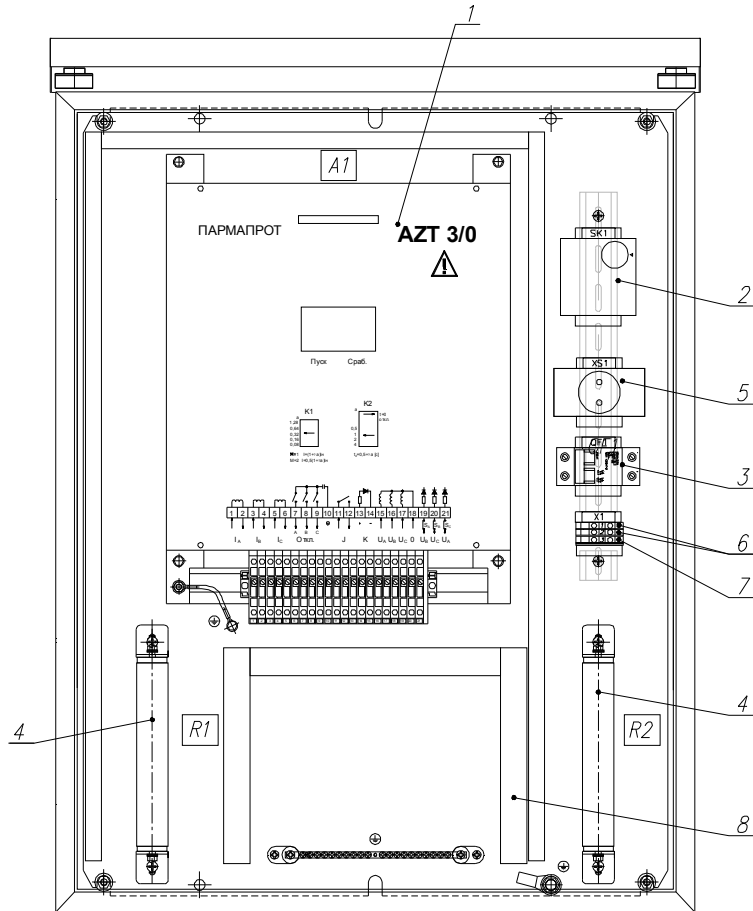

Рисунок 1 – Общий вид шкафа
1.1.1 Шкаф автономной токовой защиты ШЭПП-1601 (далее по тексту – шкаф) предназначен для использования в качестве автономной (не требующей питания от цепей оперативного тока) защиты трансформаторов и автотрансформаторов (рисунок 1). Шкаф обеспечивает защиту одного трансформатора.